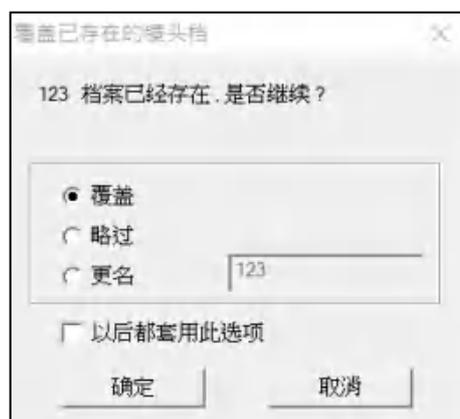

图 1.1.80
3. 当有档案重复时，系统会出现对话框，要求确认要覆盖、忽略、或重新命名。如图 1.1.80。